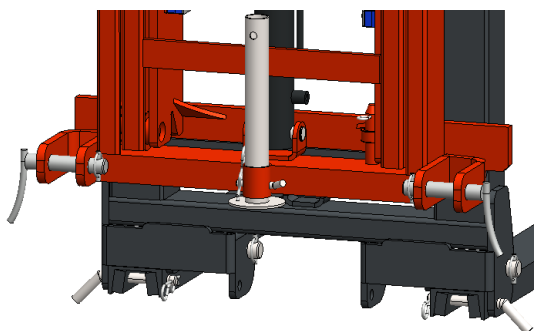

Figura 6.4 – Posição superior do pé de apoio
8. Depois do Elevador devidamente engatado aos 3 pontos do trator, pode recolher o pé de apoio para a posição superior (*Figura 6.4*).